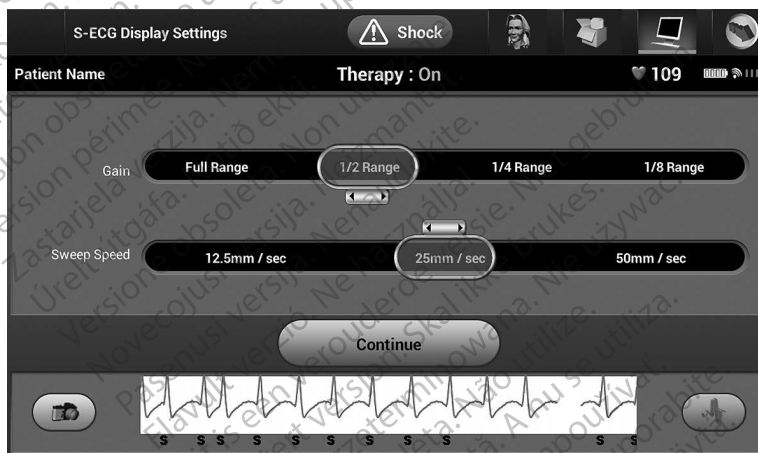

Figura 21: Ajustarea vitezei de acumulare și de verificare
2. Selectați și trageți barele de măsurare pentru acumulare sau verificare după cum se dorește (Figura 21). Măsurătoarea S-ECG se va modifica conform setării selectate. Setările de control al acumulării și acumularea vizuală. Programatorul este în mod implicit în interval complet pentru generatoarele de puls cu o setare de acumulare de 1x și în interval 1/2 pentru generatoarele de puls cu o acumulare de 2x. Glisorul viteză de verificare controlează viteza afișajului S-ECG-ului în timp real derulant. Viteza nominală de verificare este de 25 mm/sec.